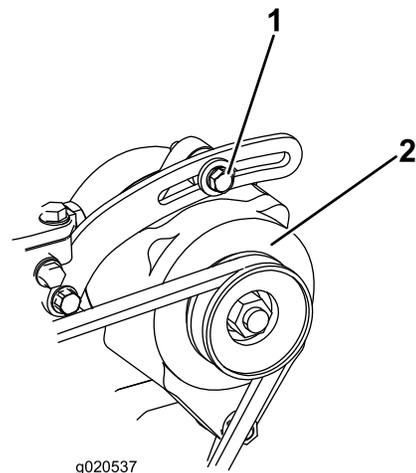

Рисунок 144
3. Проверьте натяжение ремня генератора, надавив на него (Рисунок 144) посередине между шкивами генератора и коленчатого вала с усилием 10 кг.
4. Ослабьте болт крепления генератора к скобе и шарнирный болт генератора (Рисунок 144).